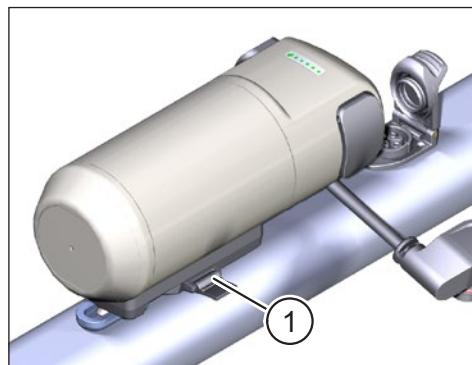

Fig. 6: FIDLOCK® sistema bloccato
- ▶ Spingete la linguetta di bloccaggio fino all'arresto (vedi Pos. 1 in Fig. 6) per fissare saldamente il Range Extender.